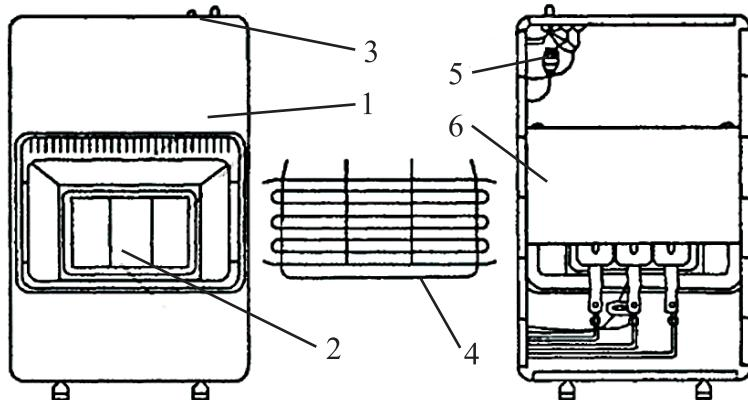

рис. 1
Общий вид газового обогревателя схематично представлен на рис. 1:
6.2.2 Аккуратно не перекручивая, не переламывая, установите газовый шланг прилагаемый в комплекте. Для этого вращательными движениями накрутите один конец шланга на штуцер газового крана 5 (рис.1), другой конец на штуцер прилагаемого в комплекте газового редуктора. Концы шланга закрепите на штуцерах стяжными хомутами.